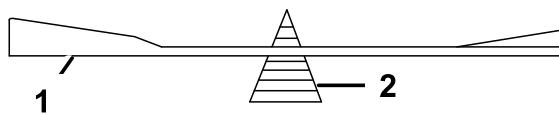

Figura 87
2. Verifique el equilibrio de la cuchilla colocándola sobre un equilibrador de cuchillas (Figura 87).